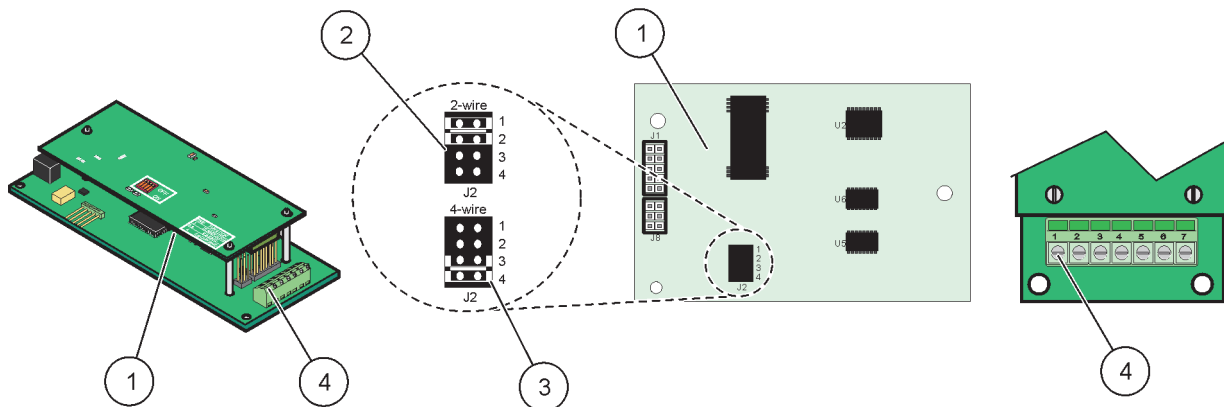

図 24 Modbus RS485 (YAB021) カードの接続
4. モジュールのベースを通してケーブルを通し、配線を適切に作成して、図 24/ 表 7、配線をターミナルに差し込みます。